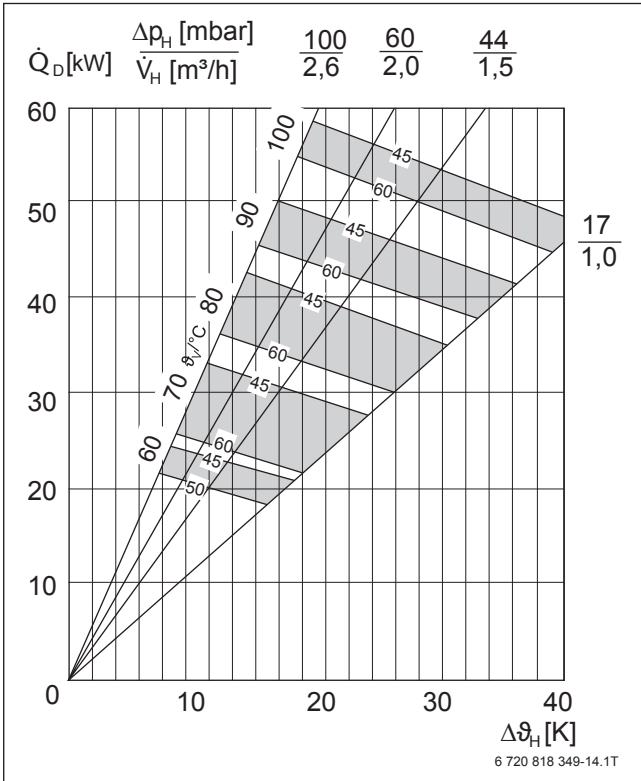

Bild 71 Logalux SU300/5 (Standardwerte → Tabelle 36, Seite 99)
**Legende zu Bild 71 bis 75:**